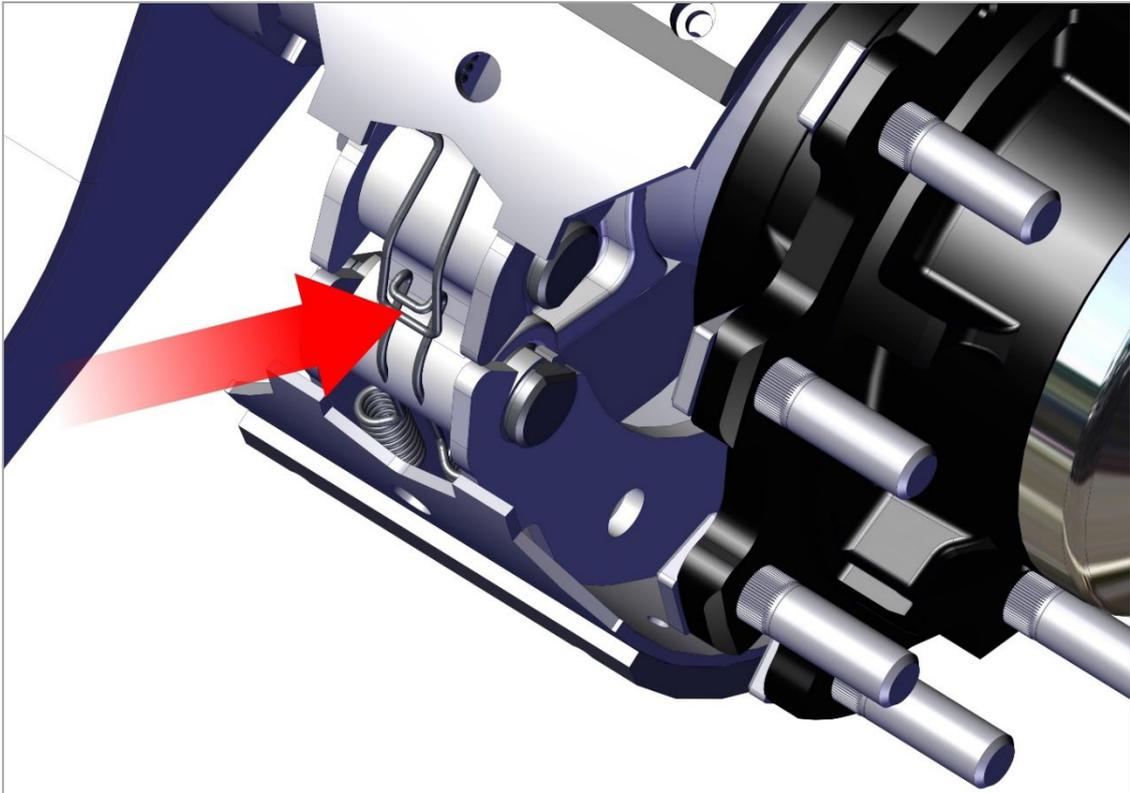

Рис. 18. Зажим пружины.
3) Используя отвёртку, освободите зажим пружины из тормозной колодки. Снимите зажим пружины (рис. 18);